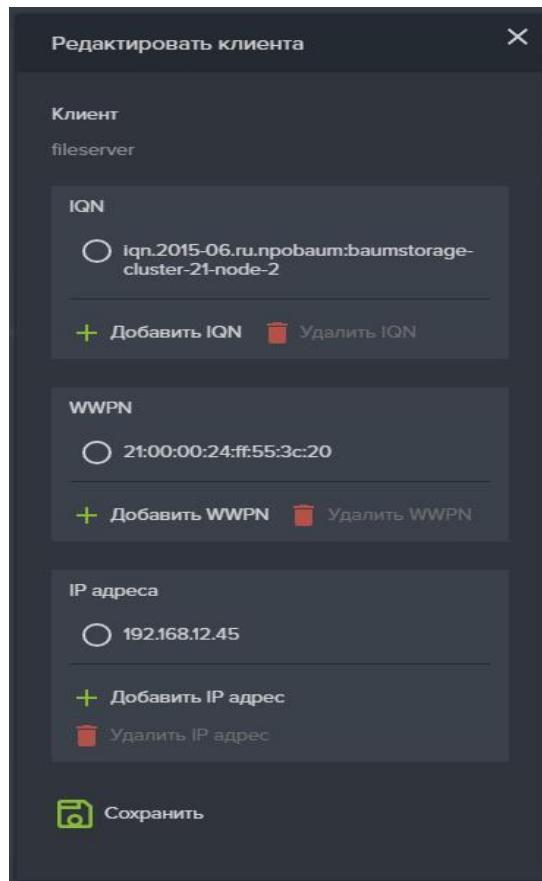

Рисунок 106. Создание клиента
2. Нажмите на кнопку «Создать нового клиента», откроется окно создания нового клиента (см. Рисунок 106);
6. В области «IP адреса» нажмите кнопку «Добавить» (см. Рисунок 106)